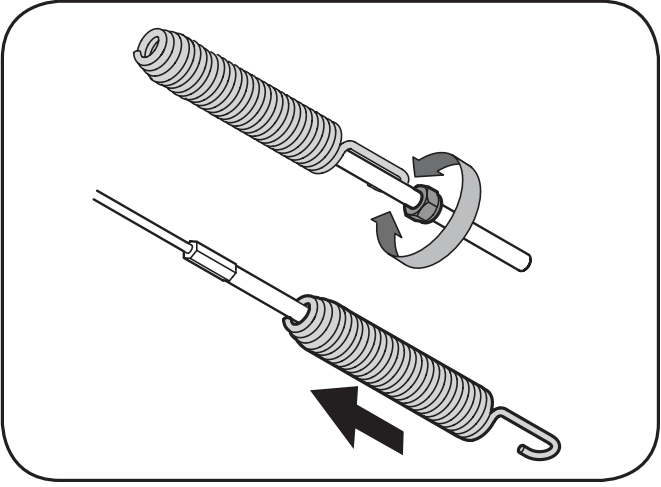

Fig. 3-13
- Poussez le raccord du câble dans l'extrémité du ressort pour dégager l'écrou de blocage. Voir la Figure 3-13.